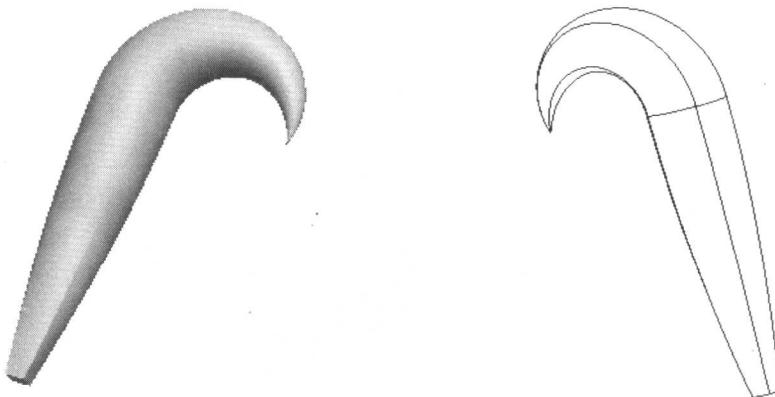

图 1-10 扫描混合类特征效果图
(6) 扫描混合类特征：扫描混合类特征是指系统通过用户草绘的一条扫描轨迹和多个混合截面，自动生成的扫描、混合两种特征的复合类特征。扫描混合类特征在 Pro/E 中的造型效果如图 1-10 所示。